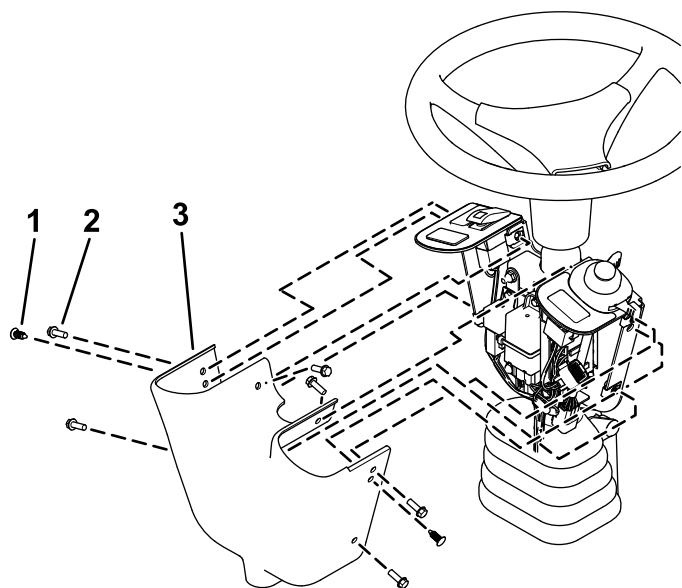

Figure 10
14. Fixez le couvercle de commande sur le support de commutateurs à l'aide de 2 rivets à pression et de 6 vis à tête hexagonale (1/4 x 3/4 po), comme montré à la Figure 10.